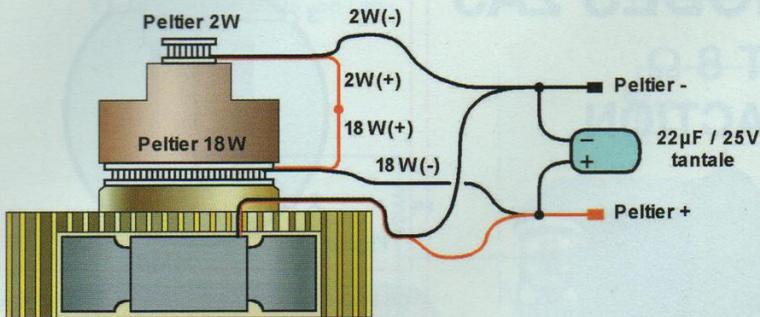

Figure 21
Précisons préalablement que les premiers essais d'acquisitions d'images devraient être effectués hors boîtier, avec un câblage volant entre le circuit imprimé de la tête CCD et son connecteur SUB15HD Mâle dont le brochage est indiqué en figure 20. Ainsi, en cas de problème, le dépannage du circuit serait plus facile. Nous y reviendrons d'ailleurs plus tard. Notez que certaines broches sont reliées ensemble sur le connecteur. Autre détail important : utilisez impérativement un câble fin et très souple, comme par exemple du câble en nappe de type informatique dont les brins sont accolés au pas de 1,27 mm. En effet, la totalité des câbles doit pouvoir passer par le dégagement prévu sur le circuit imprimé, y compris ceux du ventilateur et du module Peltier de 18 W (photo 6). Vous avez certainement remarqué sur le connecteur la présence de deux broches destinées à l'alimentation du ventilateur et des modules à effet Peltier (broches Peltier+ et Peltier-). Le plan de câblage de ces éléments est précisé en figure 21. Les modules Peltier sont à placer en série alors que le ventilateur est câblé en parallèle sur les broches du connecteur. Faites bien attention au montage des modules à effet Peltier : les faces en céramique qui reçoivent les fils d'alimentation doivent être placées contre le doigt caloripporteur. Ensuite, les deux fils rouges sont impérativement à relier ensemble, et il faut relier les fils noirs des modules comme indiqué sur l'illustration. Pour finir, un condensateur au tantale de 22 µF / 25 V est à souder en parallèle avec les broches Peltier+ et Peltier-. Ce condensateur, d'une efficacité redoutable, élimine les parasites générés par la rotation du ventilateur.
8. Mettre en place le module Peltier de 2 W avec de la graisse silicone en orientant ses fils d'alimentation vers **IC5**. Procéder ensuite au câblage des modules Peltier et du ventilateur conformément à la **figure 21**. Les zones non isolées devraient être protégées par de la gaine thermorétractable.